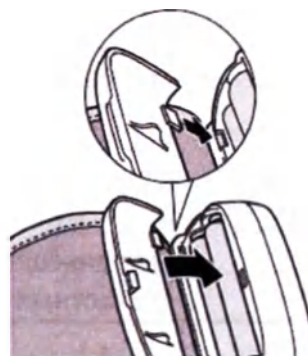

Рис. 4
3) Закройте крышку отсека для элементов питания (рис.4)